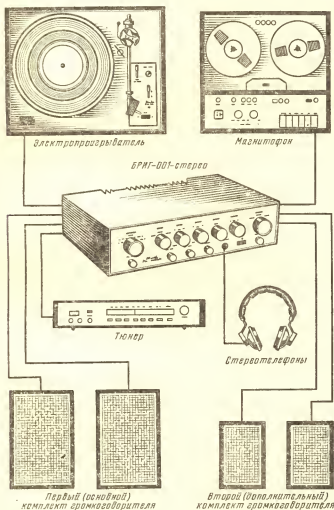

Рис. 5.24. Схема подключения аппаратов к УКВ «Бриг-001-стерео»
На задней стенке находятся гнезда с обозначениями подключаемых к УКУ источников НЧ сигналов (рис. 5.24): 1 — TUNER — тюнер; 2 — TAPE — магнитофон или магнитофонная панель; 3 — MIC — микрофон (стереомикрофон); 4 — AUX1, AUX2 — ЭПУ с пьезокерамической головкой звукоснимателя, дополнительный магнитофон в режиме воспроизведения и другие источники с высоким уровнем выходного сигнала; 5 — PHONO — ЭПУ с магнитной головкой звукоснимателя; 6 — GAIN — переключатель усиления: положение LOW соответствует номинальной чувствительности входов, HIGH — позволяет использовать источник с пониженным уровнем выходного сигнала; 7 — PREAMP.OVT, AMP VU — входы предварительного усилителя мощности, вынув вилку-соединитель, можно подключить вспомогательные фильтры ревербератора и т. д.; 8 — SPEAKER SYSTEM 1 — громкоговорители правого (R) и левого (L) основного комплекта; SYSTEM 2 — дополнительный комплект; 9 — SUPPLY — сетевой шнур; 10 — FUSE — переключатель напряжения сети и предохранитель; 11 — OUTLET — гнездо для электропроигрывателя или другого источника НЧ сигнала.